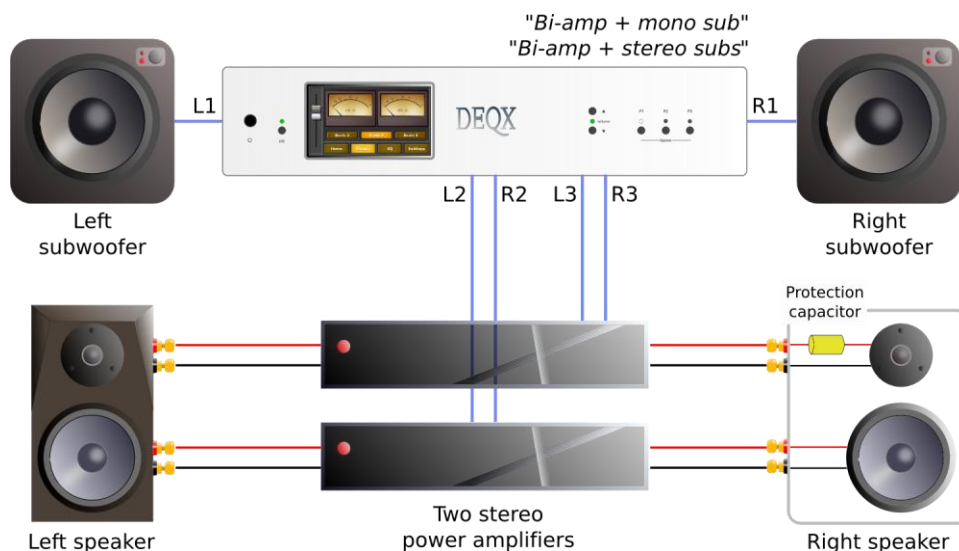

Figure 5. Active two-way speaker
パッシブ・クロスオーバー・ネットワークを除去し、代わりに DEQX を使用して増幅器の「前で (“in front of”)」周波数範囲を分割することにより、次ページの図 5 (Figure 5) に示すように、アクティブ・スピーカーが実現されます。したがって、各増幅器は、全周波数範囲の一部のみを伝送すればよいこととなります。パッシブ・クロスオーバーはもはや存在せず4、パッシブコンポーネントにおける非線形性の可能性を除去し、増幅器に個々のドライバーを直接制御させます。DEQX は、各ドライバーの応答を細部まで調整し、群遅延と振幅誤差を劇的に減少させ、急峻な線形位相 (*linear phase*) フィルター・スロープによってドライバー間の正確な音響遷移を提供します。
1. 図 5 (Figure 5) 及び図 6 (Figure 6) に示すように、トゥイーターには保護コンデンサ（高電圧フィルムコンデンサ）を直列接続することを推奨します。これは、DC オフセットおよびターンオンおよびターンオフ過渡変化から保護するのに役立ちます。アンプとアップストリーム機器が完全に動作していない、またはトゥイーターが壊れやすいという疑問がある場合は、コンデンサーの使用を強くお勧めします。
図 5 (Figure 5) は、アクティブな 2 ウェイ・スピーカーの物理的な接続を示しています。ステレオ・サブウーファーを使用する場合（図に示すように）は、スピーカー構成モードを「オプションのステレオ・サブウーファー付きバイアンプ (“bi-amp with optional stereo subwoofers”)」に設定してください。
**2 ウェイ・スピーカーの場合**、物理的な接続は図 5 (Figure 5) の通りですが、トゥイーターとウーファーはそれぞれ独自の内部パッシブフィルターネットワークを保持しています。キャリブレーションはアクティブ 2 ウェイの場合とほぼ同じ方法で行いますが、クロスオーバー周波数はパッシブクロスオーバーで定義されたクロスオーバー周波数のどこか近くに設定する必要があります。DEQX はパッシブ・クロスオーバーの周波数と位相特性を補正し、理想的なリニアフェイズ・クロスオーバーを実現します。